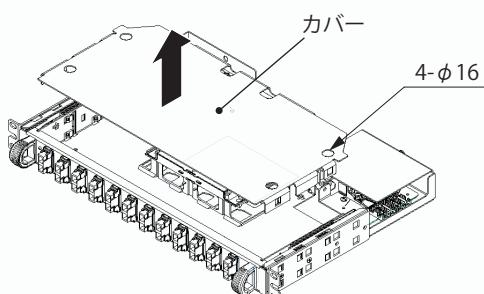

図1
カバーの4- ϕ 16に指を入れて、上方向に持上げて取外してください。(図1)
- ・本製品をHUB収納キャビネットの最下部に取付け際は、引き出しトレーを水平に引出してください。引出し方向により、右ドアと引出しトレーが干渉するおそれがあります。(図1)